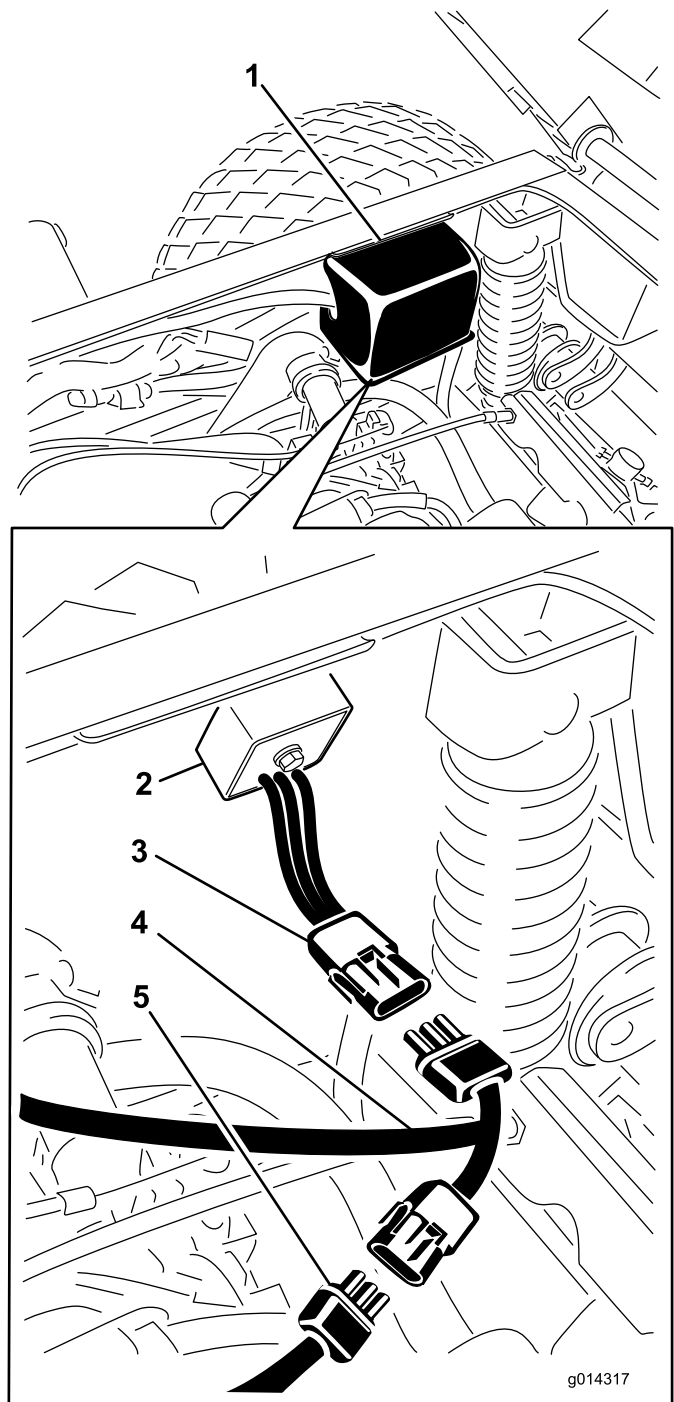

Figura 4
2. Retire la tapa eléctrica situada en el lado derecho del bastidor para poder acceder al regulador y al cableado (Figura 4).
3. Desconecte el regulador del arnés del vehículo y conéctelo al arnés trasero del arranque eléctrico (Figura 4).
4. Conecte el arnés trasero del arranque eléctrico al arnés del vehículo (Figura 4).